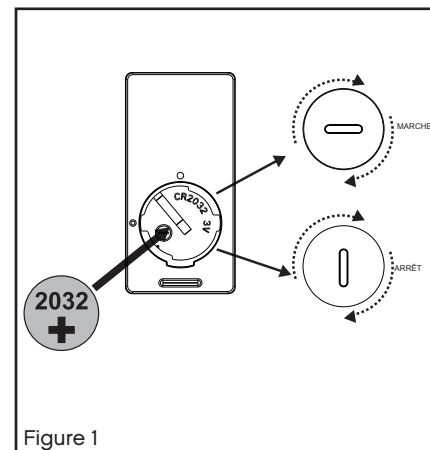

Figure 1
**1** Insérez le récepteur dans le support de suspension au plafond, le côté plat du récepteur faisant face au plafond. (Fig. 1)
- 1 Choisissez l'endroit où vous souhaitez installer l'appareil. Marquez la position des trous de montage au moyen de la plaque murale. Vous aurez besoin d'ancrages muraux en plastique ou des vis de montage pour cette application. (Fig. 1)
Retirez le panneau de l'émetteur, puis installez une pile 2032 (incluse). Vous devez utiliser une pièce de monnaie pour ouvrir ou fermer le couvercle du compartiment à piles. Pour éviter tout dommage possible à l'émetteur, retirez la pile si elle n'est pas utilisée pendant de longues périodes (Fig. 1).